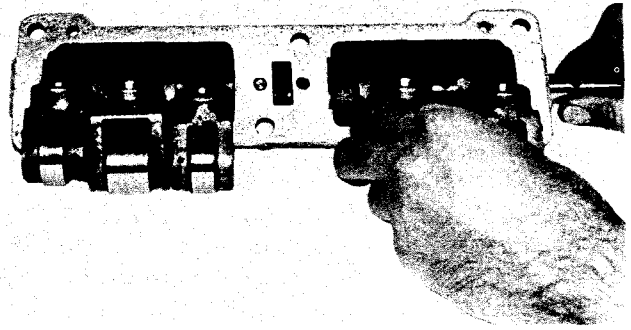

Fig. 4-15, (N10407). Armando el conjunto de seguidores de levas.
3. Arme los seguidores y los ejes dentro de la carcasa. Asegúrese de que el seguidor de inyectores está en la posición central de cada conjunto. Fig. 4-15.